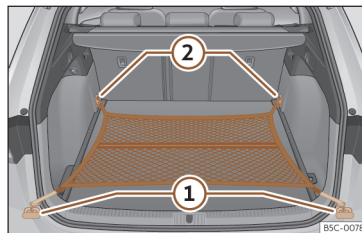

Fig. 186 Dans le coffre à bagages : filet accroché au niveau du plancher.
- Fixez les crochets du filet aux œillets d'amarrage >>> **fig. 186** ① et ② >>> . La fermeture à glissière du sac doit rester vers le haut.